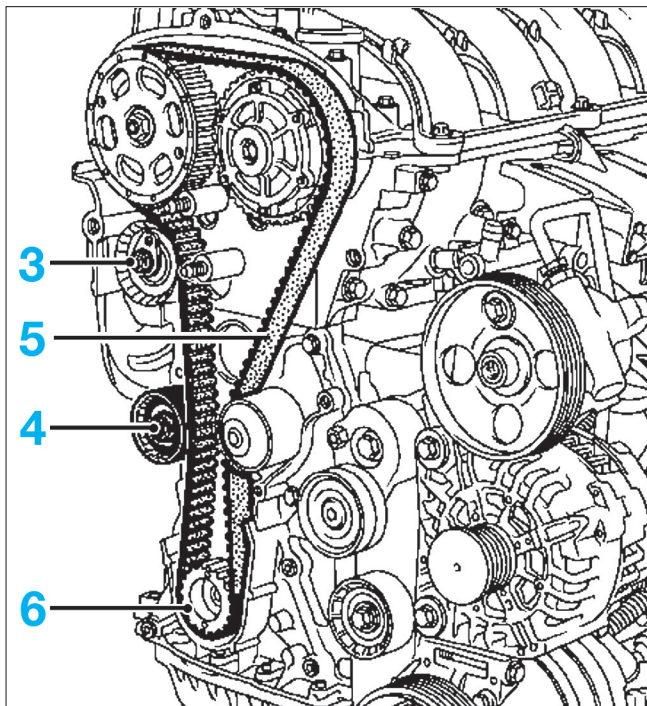

FIG. 16
- Desserrer l'écrou de fixation du galet tendeur (3) pour détendre la courroie (fig. 16).
- le galet enrouleur (4).
- la courroie de distribution (5).
- le pignon de vilebrequin (6).